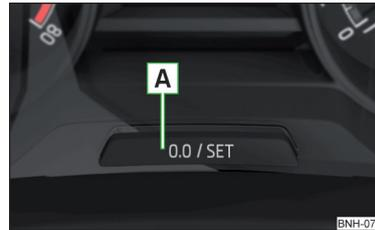

Abb. 38
› Die Taste **A** » Abb. 38 auf Seite 50 antippen.
- › Die Taste **A** » Abb. 38 gedrückt halten, bis im Display der Menüpunkt **Uhrzeit** angezeigt wird.